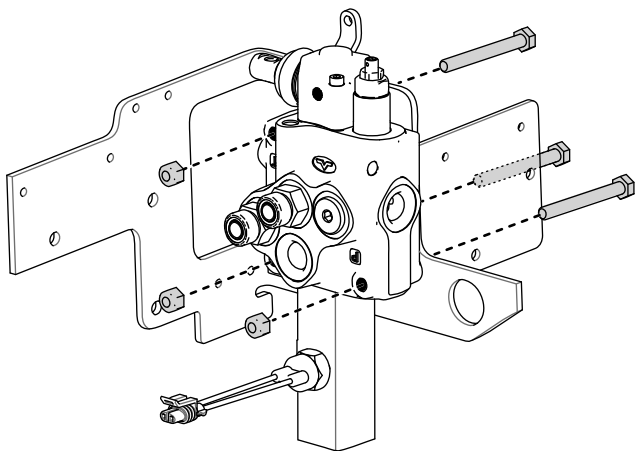

Рисунок 11
9. Отверните 3 болта с гайками, которые крепят вспомогательный клапан к кронштейну (Рисунок 11).